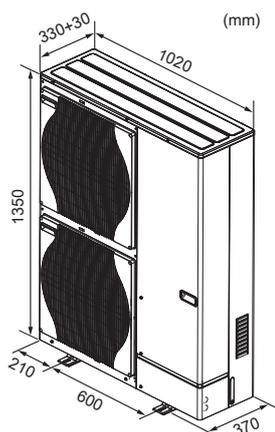

Fig. 2-2
2.2. Välismõõtmed (välisseade) (Fig. 2-2)